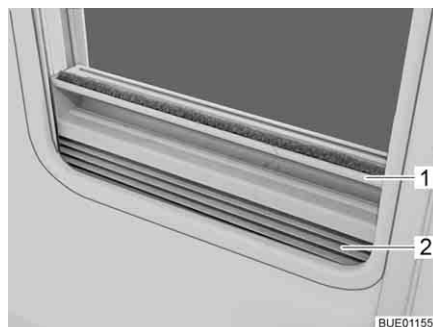

Fig. 48 Dispositif occultant plissé
- Saisir le dispositif occultant plissé (Fig. 48,2) par le centre de la barre-poi-gnée (Fig. 48,1), le tirer du bas vers le haut et le relâcher à la hauteur voulue. Le dispositif occultant plissé reste alors à cette hauteur.